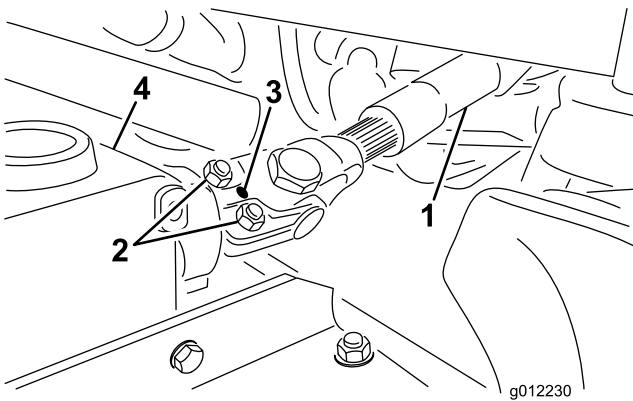

Bild 5
1. Schieben Sie die Zapfwelle mit Außengewinde in die Zapfwelle mit Innengewinde (Bild 5). Richten Sie die Befestigungslöcher in der Antriebswelle des Getriebegehäuses mit den Löchern in der ZWA-Welle aus und schieben Sie sie zusammen.
2. Befestigen Sie sie mit einem Rollstift (Bild 5).
3. Ziehen Sie die Schrauben und Muttern an (Bild 5).